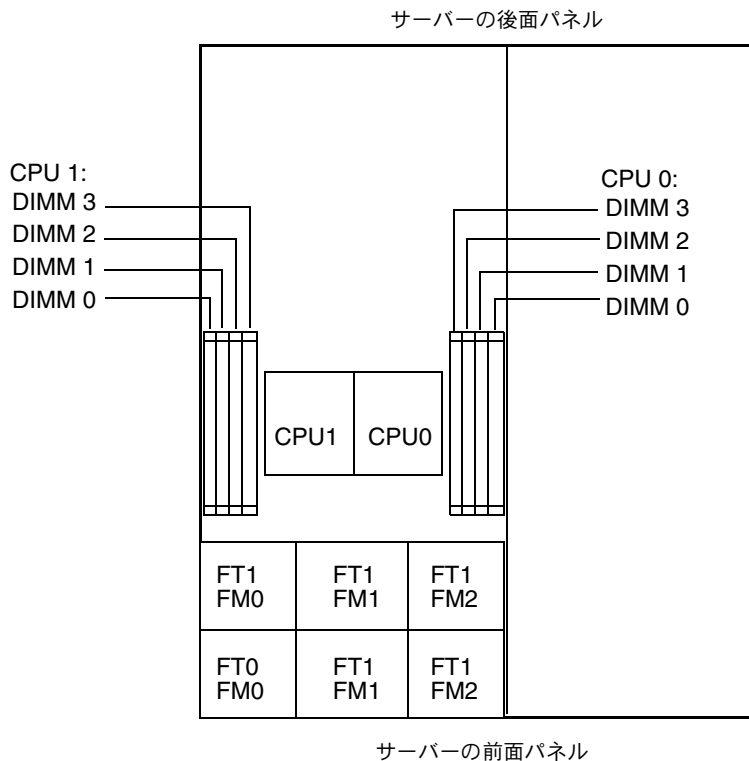
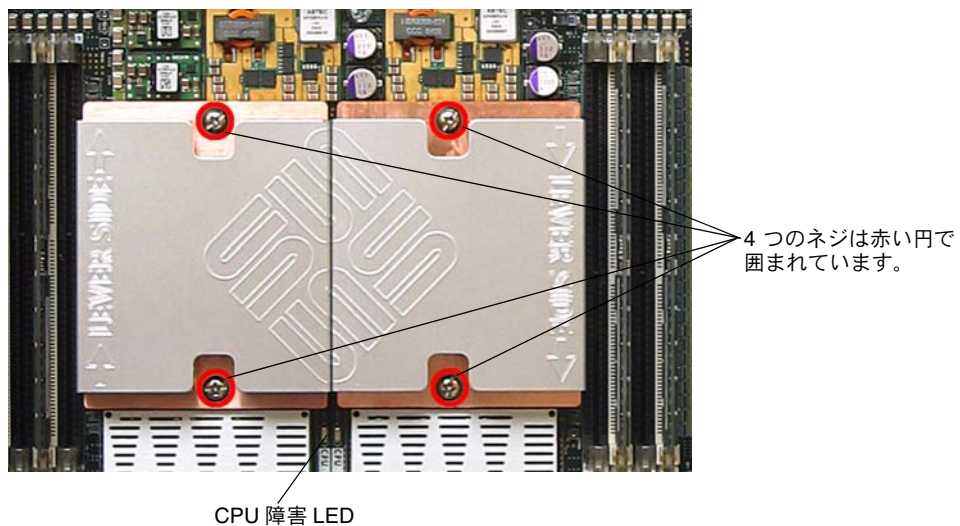
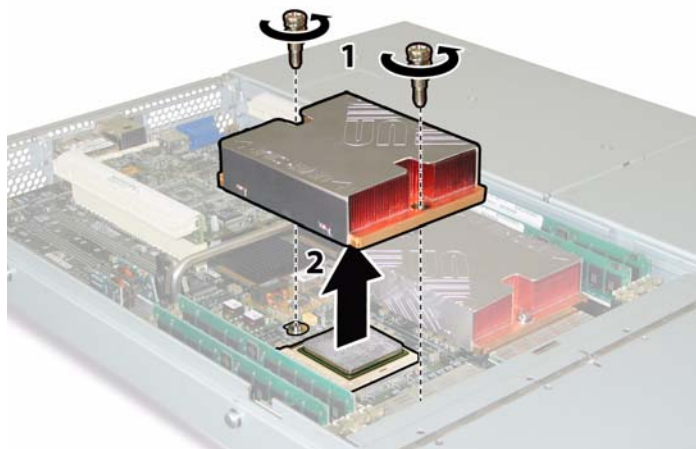

図 3-7 Sun Fire X4100 の CPU 構成
図 3-8 ヒートシンクのネジと CPU 障害 LED の位置
図 3-9 ヒートシンクの取り外し
サーバー内にある 2 台の CPU の内部システムソフトウェア構成は、図 3-7 に示されています。CPU のマザーボードにはそれぞれ障害 LED があります (LED の場所については、図 3-8 を参照してください)。
- a. ヒートシンクをマザーボードに固定する 2 つのパネ式固定ネジを交互に緩める間にヒートシンクが不均等に傾かないように、ヒートシンクの上を押さえます。ネジは一度に 180 度回転させ、外れたらネジを取り除きます。図 3-8 および図 3-9 を参照してください。
ご参考： ヒートシンクは左右対称ではないため、CPU の上へのせる前に位置を合わせておく必要があります。「Lever Side」ラベルとヒートシンク上面に刻まれた矢印が、CPU ソケットの開放レバーのある側面を指すようにヒートシンクを回転させます。また、ヒートシンクが横のヒートシンクに正しく合わさると、ヒートシンク上面に刻まれた半分の Sun Microsystems ロゴが完全なものになります。図 3-8 を参照してください。